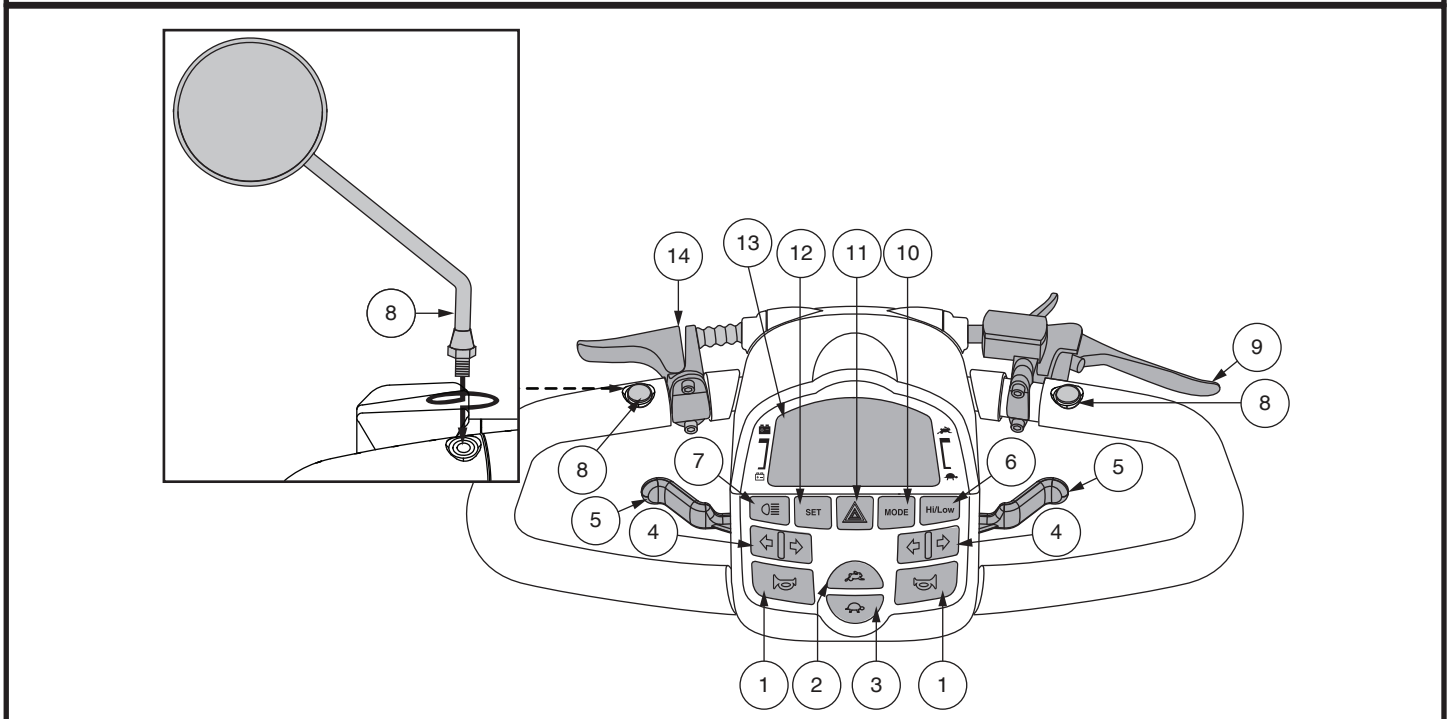

Figura 1. Pannello di controllo LCD
La console e la parte inferiore del manubrio ospitano tutti i comandi necessari alla guida del veicolo inclusi il pannello di controllo LCD, le leve di controllo dell'acceleratore, l'interruttore della chiave ed il selettore della velocità. **Vedere figura 1.**
Queste leve consentono il controllo dell'accelerazione in avanti e a marcia indietro del veicolo, fino al massimo della velocità preimpostata dall'utente con l'apposito selettore. Una leva di controllo è situata su ciascuno dei lati inferiori del manubrio, sinistro e destro. **Vedere figura 1.**
- Premere una volta il pulsante **High-Low** per impostare la velocità sulla regolazione alta. L'indicatore High-Low viene visualizzato sullo schermo LCD. **Vedere figura 1.** L'uso di questa impostazione insieme ai pulsanti di regolazione della velocità consente al veicolo di raggiungere la velocità massima pre-programmata.
Il pannello di controllo LCD offre comode informazioni intuitive tramite lo schermo LCD. **Vedere figura 1.** Lo schermo LCD si usa anche durante l'avvio (attivazione) delle diverse impostazioni del pannello di controllo.
NOTA: Per programmare le impostazioni del pannello di controllo, l'indicatore Hi-Low deve essere spento e l'indicatore di velocità massima deve essere impostato su pieno. Vedere figura 1.